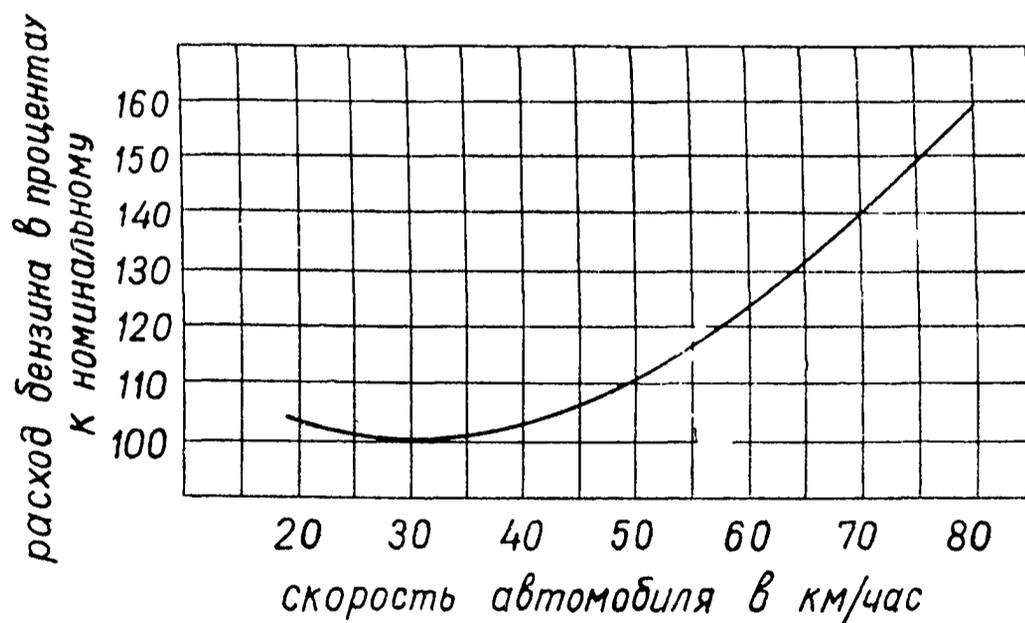

Рис. 17. График относительного расхода топлива.
8. Скорость движения сильно влияет на расход бензина. Так, например, повышение скорости с 30 до 70 км/час увеличивает расход бензина примерно на 50% (рис. 17).